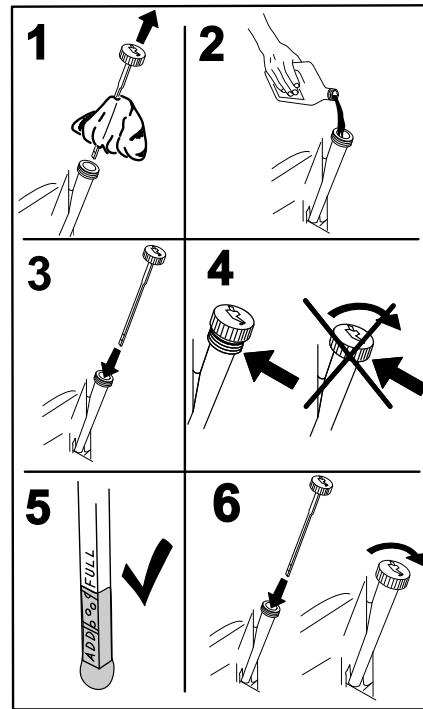

Figure 42
5. Versez lentement environ 80% de l'huile spécifiée dans le tube de remplissage puis faites l'appoint lentement jusqu'à ce que le niveau atteigne le repère du plein (Full) (Figure 42).